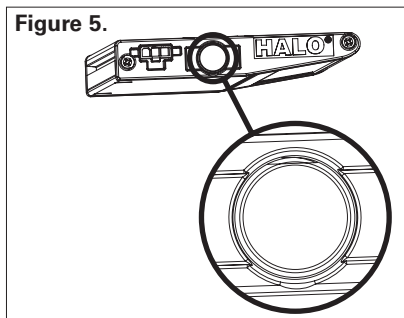

Figure 5.
- Place a screwdriver on the surface of the knockout, in the center (Figure 5). Hold screwdriver firmly and tap the end of the screwdriver with a hammer to remove the knock out piece.
- Placez un tournevis sur la surface de la pièce défonçable, au centre (Figure 5). Tenez fermement le tournevis et frappez l'extrémité du tournevis avec un marteau pour retirer la pièce défonçable.